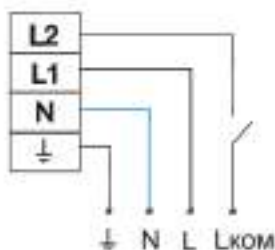

Рис.2
- 3.4 Если предполагается управлять лампой рабочего освещения, то удалите перемычку L1-L2, и присоедините фазовый провод коммутируемой сети к клемме L2 (см. рис.2)